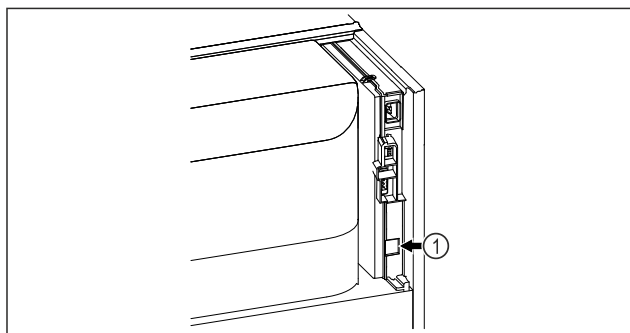

Fig. 59
- ☐ A SmartModule Fig. 59 (1) be van helyezve.